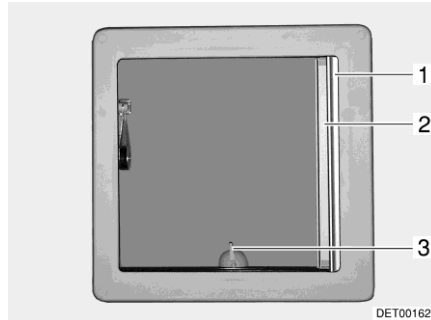
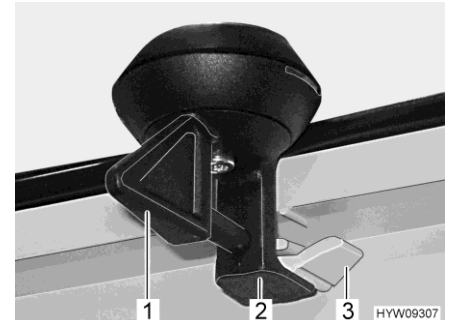

Bild 28 Kipp-Dachhaube
Bild 29 Verriegelung (Kipp-Dachhaube)
- Den Hebel (Bild 28,3 bzw. Bild 29,1) eine viertel Umdrehung drehen.
- Den Hebel eine viertel Umdrehung drehen. Die Verriegelung (Bild 29,2) muss in die untere Raste (Bild 29,3) gleiten.
- Faltverdunklung (Bild 28,1) ausziehen und an gewünschter Position loslassen. Die Faltverdunklung bleibt in dieser Position stehen.
- Insektenschutzrollo (Bild 28,2) ausziehen, bis es an der Verriegelung an der gegenüberliegenden Seite einrastet.